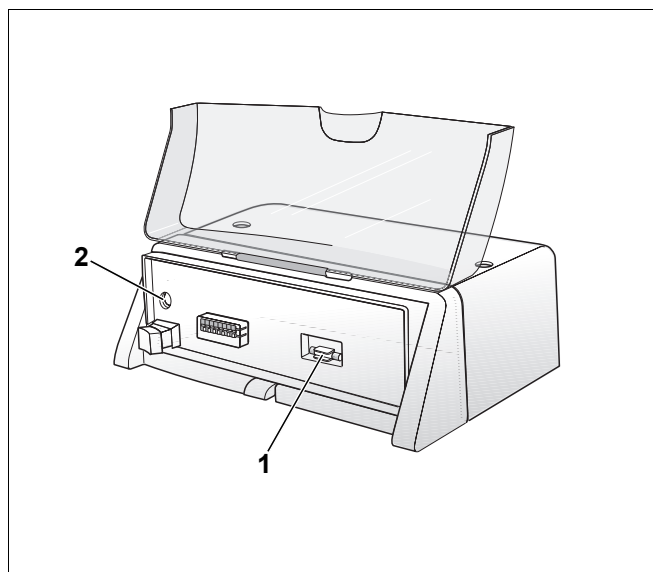

Рис. 12 Замена предохранителя отопительной установки
На передней стороне системы управления (за главным регулятором) находится выемка с запасным предохранителем для отопительной установки (рис. 12, поз. 1).
- Вращая отверткой против часовой стрелки, отверните крышку предохранителя (рис. 12, поз. 2).
- Вынуть вперед крышку с неисправным предохранителем (рис. 12, поз. 2).